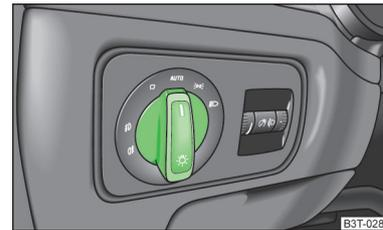

Abb. 32
Ist der Lichtschalter in der Stellung **AUTO** » Abb. 32, schalten sich das Stand- und Abblendlicht sowie die Kennzeichenleuchte automatisch ein bzw. aus.
- ✓ Der Lichtschalter befindet sich in der Stellung **AUTO** » **Abb. 32** auf Seite 55.